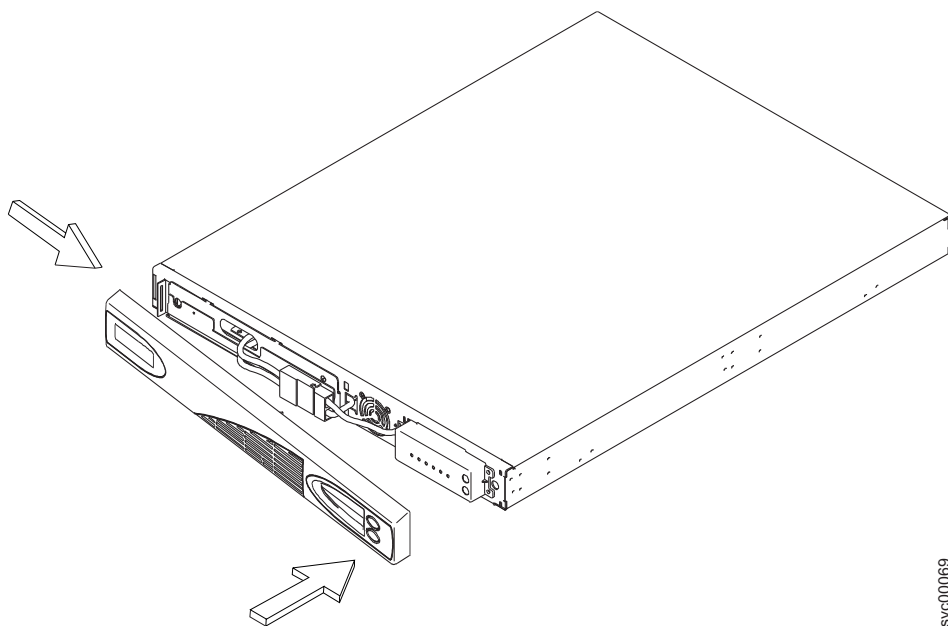

Figura 363. Substituindo o painel frontal do 2145 UPS-1U
3. Conecte o conector de bateria interna, conforme mostrado na Figura 363 na página 440. Cada extremidade do conector com chave possui dois fios: um vermelho (+) e um preto (-). Junte o fio preto e o fio vermelho.
4. Empurre o painel frontal para a direita para capturar a extremidade esquerda do painel. Empurre o painel frontal para a frente até que o painel se encaixe nas seções direita e central do 2145 UPS-1U, como mostrado na Figura 363 na página 440.